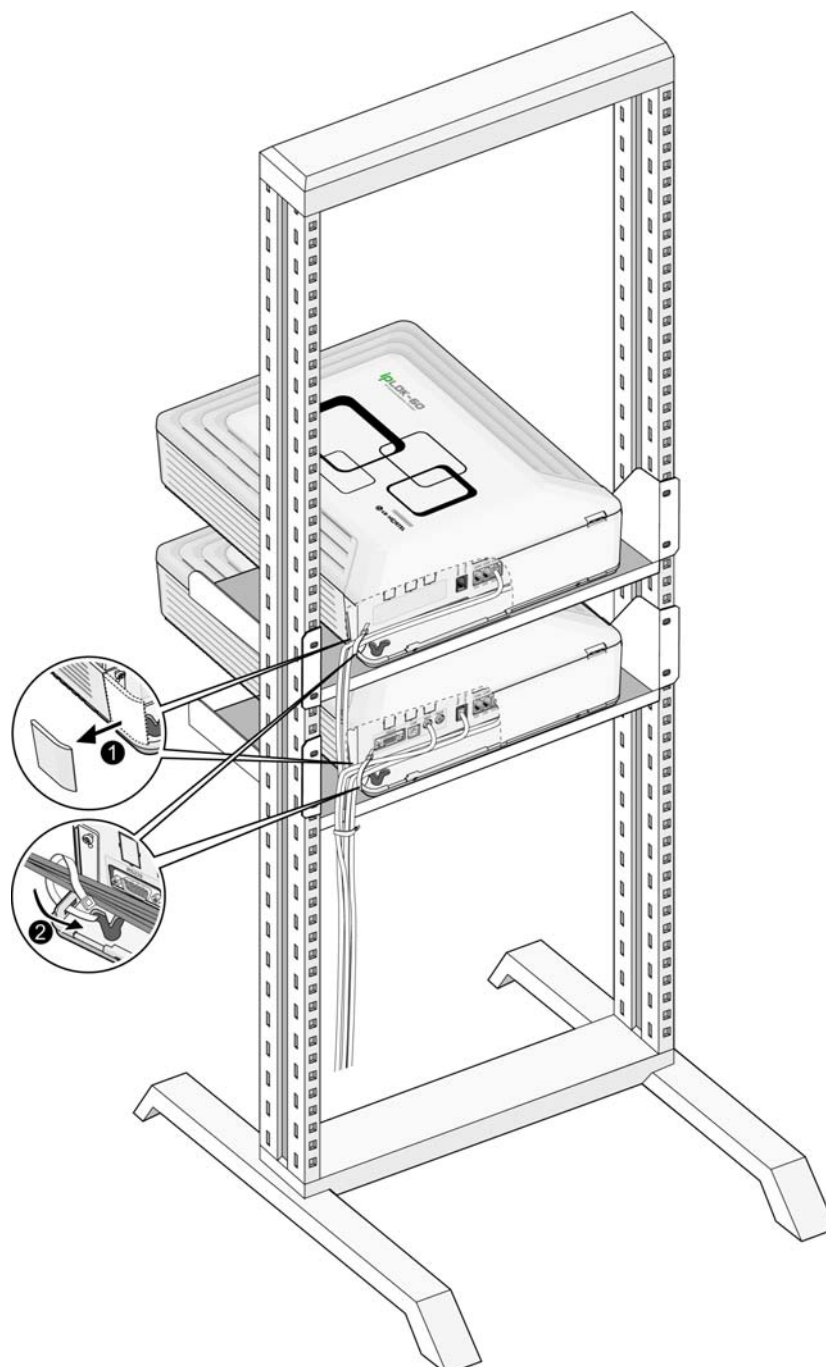

Рис. 5.2.2 Прокладка кабелей при монтаже в стойку
2. Подсоедините кабели к порту CO/STA и портам МОН/RS-232C как показано на Рис. 5.2.2.